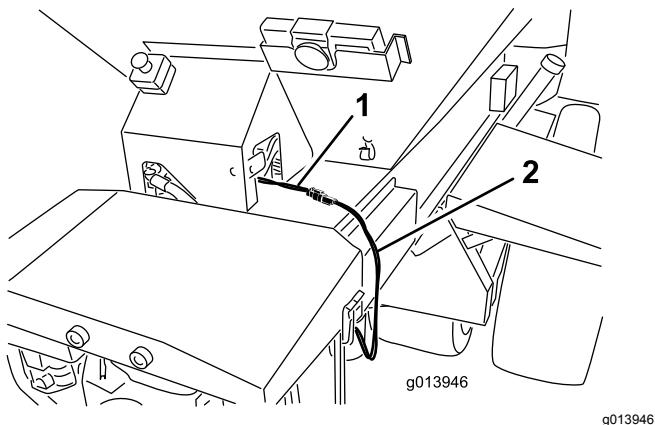
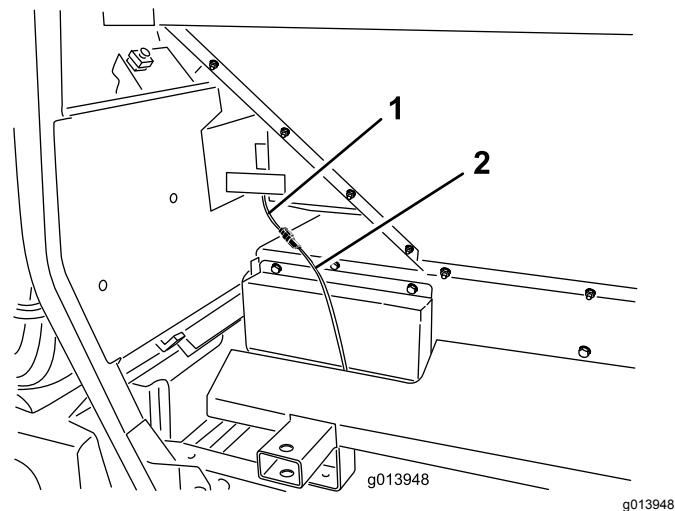

Figura 18
Figura 19
46. Ligue a cablagem intermédia no conector de alimentação no ProPass (Figura 18 ou Figura 19).